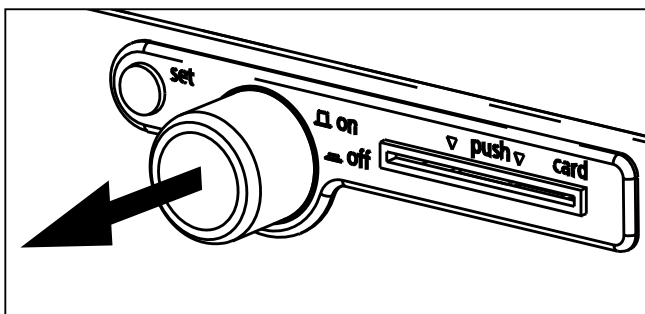

Fig. 16 Encender incubador
- ▶ Conectar: presione el interruptor principal, de manera que salga del equipo (Fig. 16).
2. Conecte el equipo. Para ello, presione el mando giratorio/pulsador que hay en el panel de mandos de modo que salga del equipo (véase la Fig. 16 en la página 29).